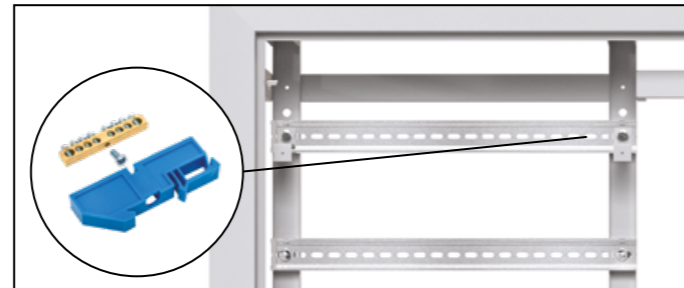
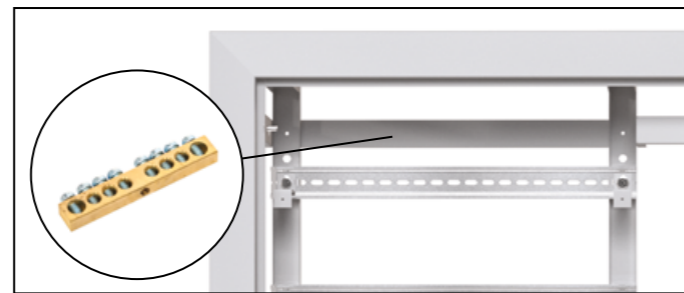

Рис. 26
Рис. 27
4.2. Магистральные кабели N и PE подключаются на соответствующие шины, как показано на рис. 26 и рис. 27.